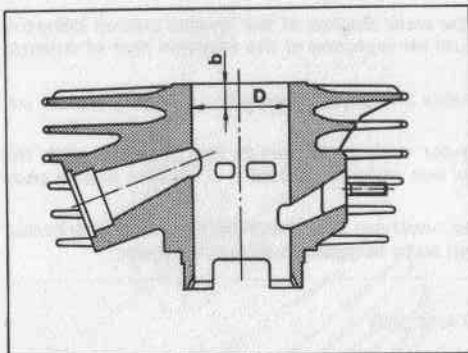
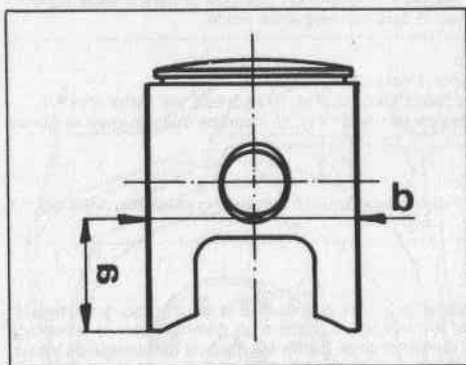

Fig. 2
Fig. 3
- Verificare le dimensioni del cilindro e pistone nei punti indicati in Fig. 2 e Fig. 3. Il gioco tra i due organi dovrà risultare inferiore a $0,065 \div 0,070$ mm., nel caso invece, il gioco risulti superiore, bisognerà procedere alla sostituzione del pistone così agendo:
- Vérifier les dimensions du cylindre et du piston aux points indiqués dans la Fig. 2 et 3. Le jeu entre les deux devra résulter inférieur à $0,065 \div 0,070$ mm., dans le cas où le jeu résulte supérieur, il faudra remplacer le piston de la façon suivante:
- Check the cylinder and piston size in the points shown in Fig. 2 and 3. The clearance between these two parts shall be lower than $0,065 \div 0,070$ mm. Should it be higher, replace the piston as follows:
- Man kontrolliere die Abmessungen des Zylinders und des Kolben gem. Abb. 2 und 3. Das Spiel zwischen dem Kolben und dem Zylinder muss unter $0,065 \div 0,070$ mm. liegen, anderenfalls, sollte der Spielraum hoeher sein, muss der Kolben folgendermassen ausgetauscht werden: